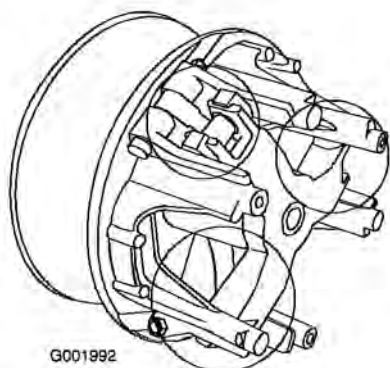

Figure 56
- Lubrifiez les pièces mobiles aux endroits indiqués par des cercles à la Figure 56 avec du lubrifiant sec en aérosol de marque Toro, disponible auprès des concessionnaires ou distributeurs Toro agréés.